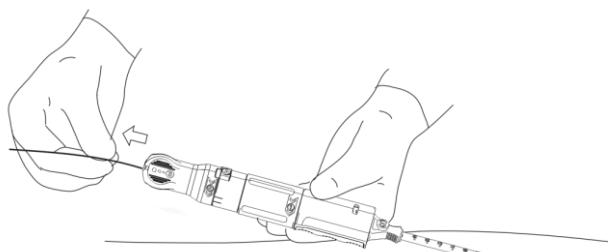

Figura 14. Retirada del alambre guía.
- Localice el indicador marcado con el número «3» y retire el alambre guía por completo del paciente y el dispositivo de cierre PerQseal+. La retirada del alambre guía la puede hacer un auxiliar. Figura 14.